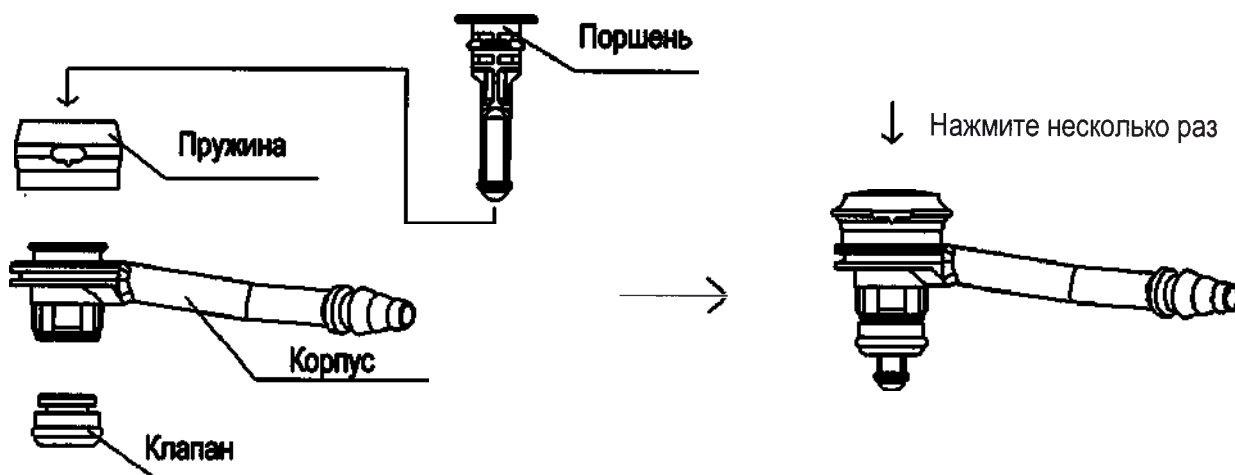

Рисунок 1. Подключение клапана отсоса к бронхоскопу
- Установите клапан отсоса в порт бронхоскопа, уделите внимание направлению корпуса клапана. Нажмите на клапан пальцем, чтобы он фиксировался щелчком (смотрите Рисунок 1).